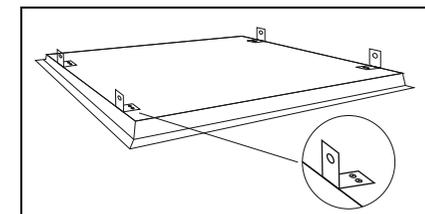

Рис. 2
- Установите с помощью болтов монтажные скобы (идущие в комплекте поставки) на корпусе осветительного прибора (рис. 2).